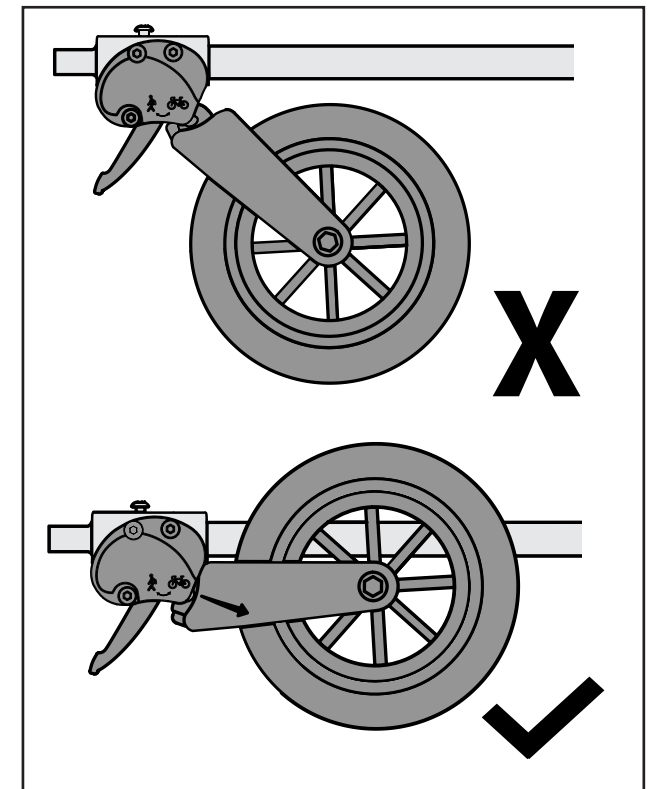

Abbildung 17
1. Die Gabel wie gezeigt (Abbildung 16) nach unten ziehen und in den Jogging-Modus drehen. Die Gabel wird automatisch in der Anhänger-Position verriegelt, wenn sie richtig positioniert ist (Abbildung 17).